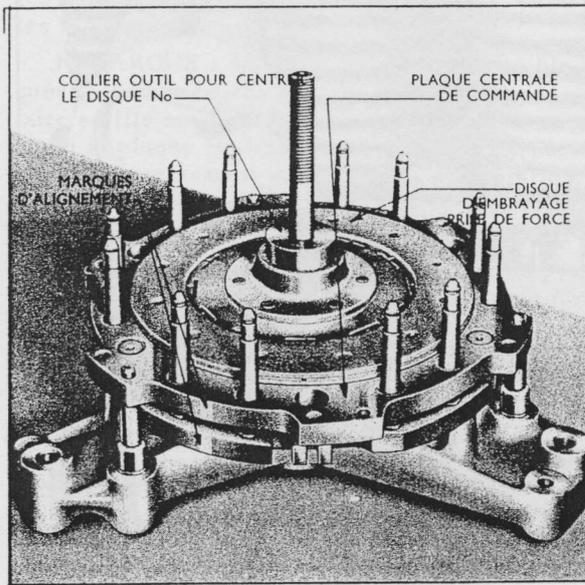

Fig. 9.
4. Tout en alignant les repères portés sur la plaque centrale d'entraînement et sur le plateau d'embrayage/tracteur au moment du démontage (voir remarque ci-dessus), positionner la plaque centrale d'entraînement sur l'outil de telle sorte que les axes d'entraînement soient introduits dans les fentes du plateau d'embrayage/tracteur et que les ergots de positionnement de l'outil correspondent aux trois trous lisses pratiqués sur le bord de la plaque centrale d'entraînement (voir FIG. 9).
5. Placer le collier de centrage du disque d'embrayage/prise de force (Outil N° T. 7502/3a) sur l'axe de l'outil en s'assurant bien que le collier s'appuie contre l'épaulement de l'axe de l'outil. Positionner le disque d'embrayage/prise de force, son moyeu étant tourné vers le haut, sur la plaque centrale d'entraînement tout en plaçant l'alésage du moyeu de disque sur le collier de centrage (voir FIG. 9).